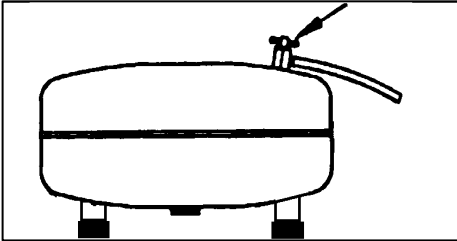

Fig. 6
- a) Grossa quantità di condensate nel serbatoio. Scaricare la condensa (Fig.6).
- a) Large amount of condensate in air tank. Remove condensate (Fig.6).